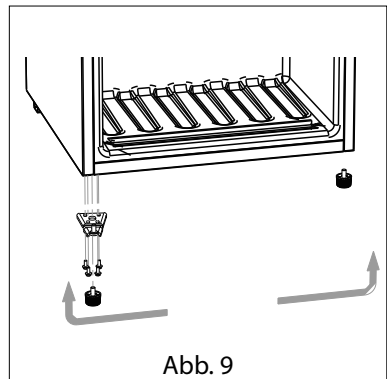

Abb. 9
- ▶ Montieren Sie das Scharnier auf der gegenüberliegenden Seite (siehe **Abb. 9**).